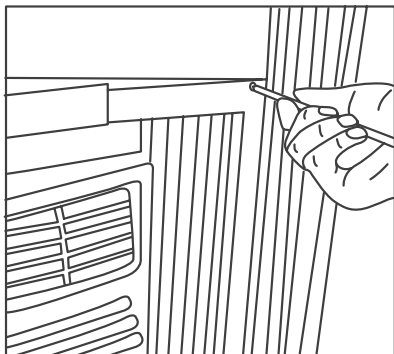
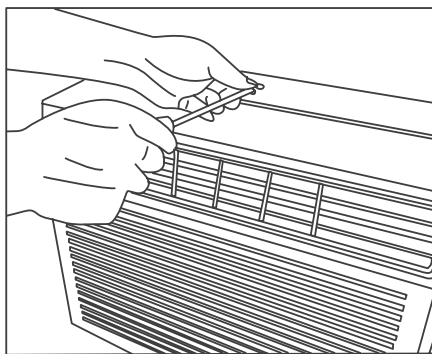

Fig.9
Fig.10
- 5.** Enfoncez des vis de blocage de 1/2 po (12,7 mm) dans les trous du cadre jusqu'au châssis de la fenêtre (Fig.9 Fig.10).